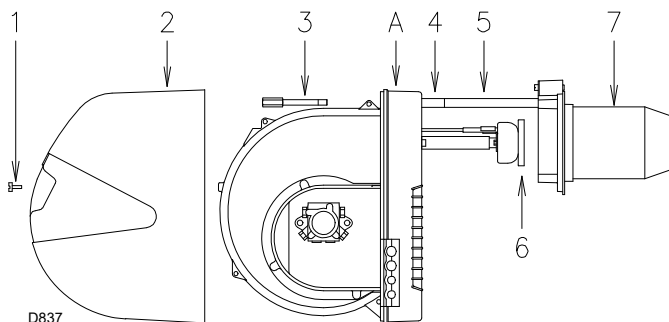

Fig. 30
- Vyberte skrutku 1)(Fig. 30) a vytiahnite kryt 2).